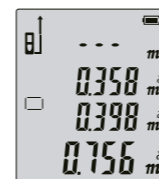

Рис. 3
- Нажмите кнопку **AREA**, чтобы получить результат сложения этих двух площадей, как показано в **Рис. 3**.